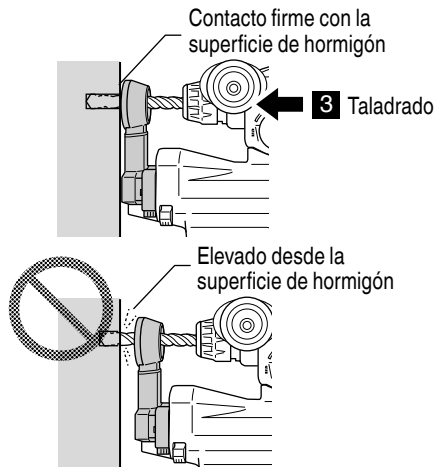

Fig. 12
- (3) Con el extremo de la boquilla inmóvil en contacto firme con la superficie de hormigón, proceda con el taladrado. (Fig. 12)